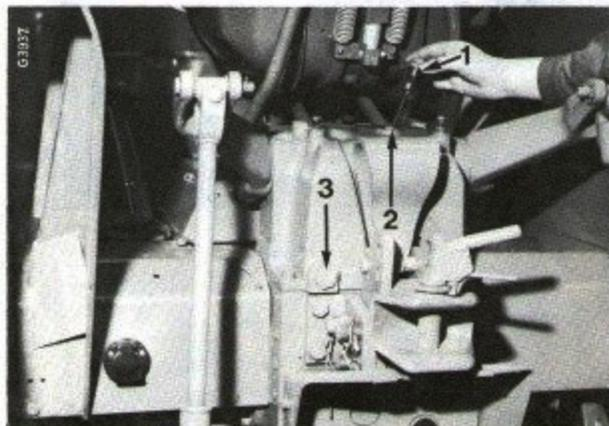

Fig. 80
Dévissez et retirez la jauge (1) Fig. 80 et nettoyez-la. Introduisez la jauge à fond. Ne vissez pas la jauge dans les filets de l'orifice.
Abaissez complètement les bras de relevage. Retirez le bouchon de vidange (3) et la jauge (1), Fig. 80. Videz l'huile dans un récipient à l'aide d'un tuyau.
Remplissez le carter comme décrit sous la Fig. 80.